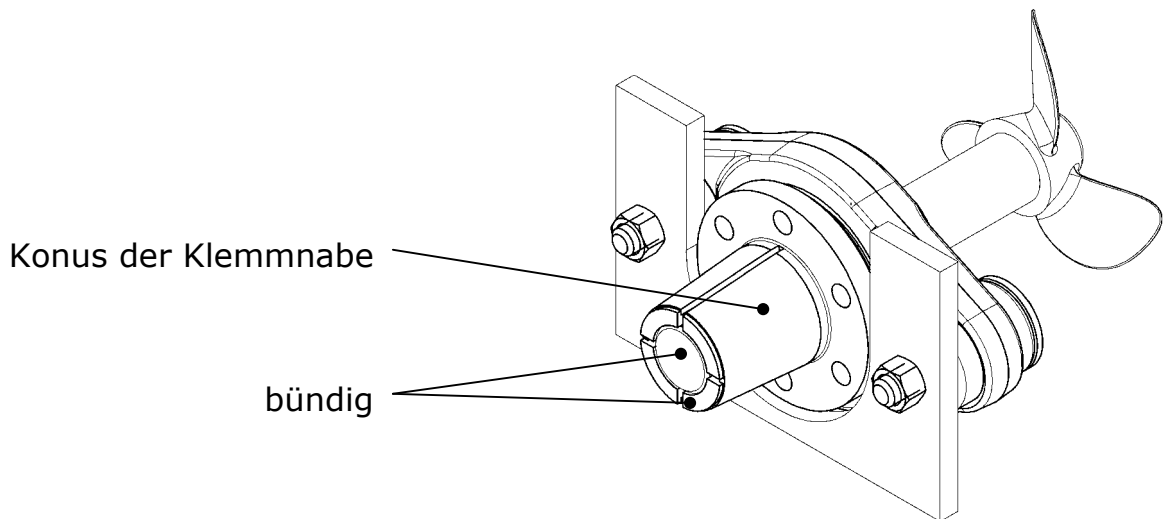

Abbildung 6-5 Propellerwelle bündig mit Schlitzbuchse vor Montage
- Ende der Propellerwelle muss mit Schlitzbuchse bzw. Klemmnabe (ohne Schlitzbuchse) bündig sein (Abbildung 6-5).